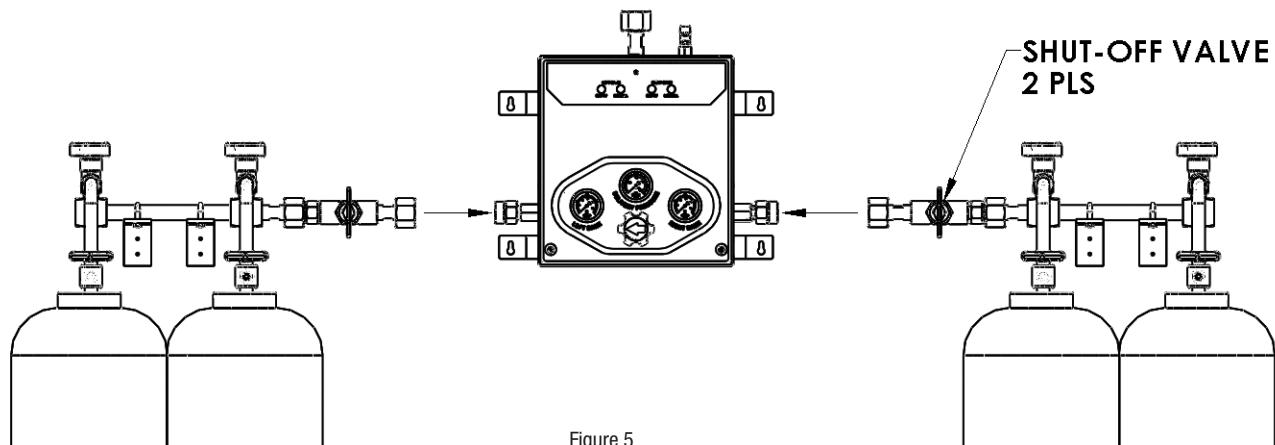

Figure 5
- Alignez les barres de collecteur droite et gauche avec les raccords d'entrée droit et gauche du boîtier. Voir la figure 5 pour en avoir une illustration. Assurez-vous que les barres de collecteur sont bien horizontales et perpendiculaires au boîtier. Fixez les supports de montage du collecteur au mur avec un outil adéquat (non fourni). Branchez les raccords de sortie du collecteur aux côtés droit et gauche du boîtier de contrôle. Serrez tous les raccords à l'aide d'une clef. Serrez les étriers des supports de montage du collecteur pour le fixer en place.
3. Fermez les robinets d'arrêt principaux à droite et à gauche, si le modèle en est équipé. Référez-vous à la figure 5 pour connaître l'emplacement des robinets d'arrêt principaux.